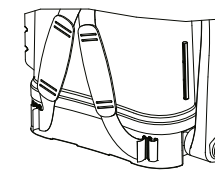

Рис.4
2. Закрепите ремень на верхней части опрыскивателя, провед петлю ремня в "ухо" на опрыскивателе. Закрепите ремень осью (52). Свободные концы ремня закрепите в отверстиях на баке (Рис. 4).